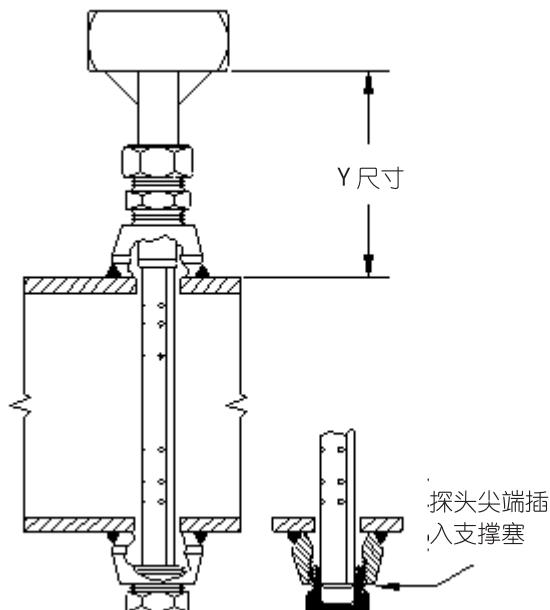

图 5：安装完成后的 V110
- 直到 “Y” 尺寸符合下表所示（如图 5 所示）内容时，将探头插入管道：
(如图 5 所示)。